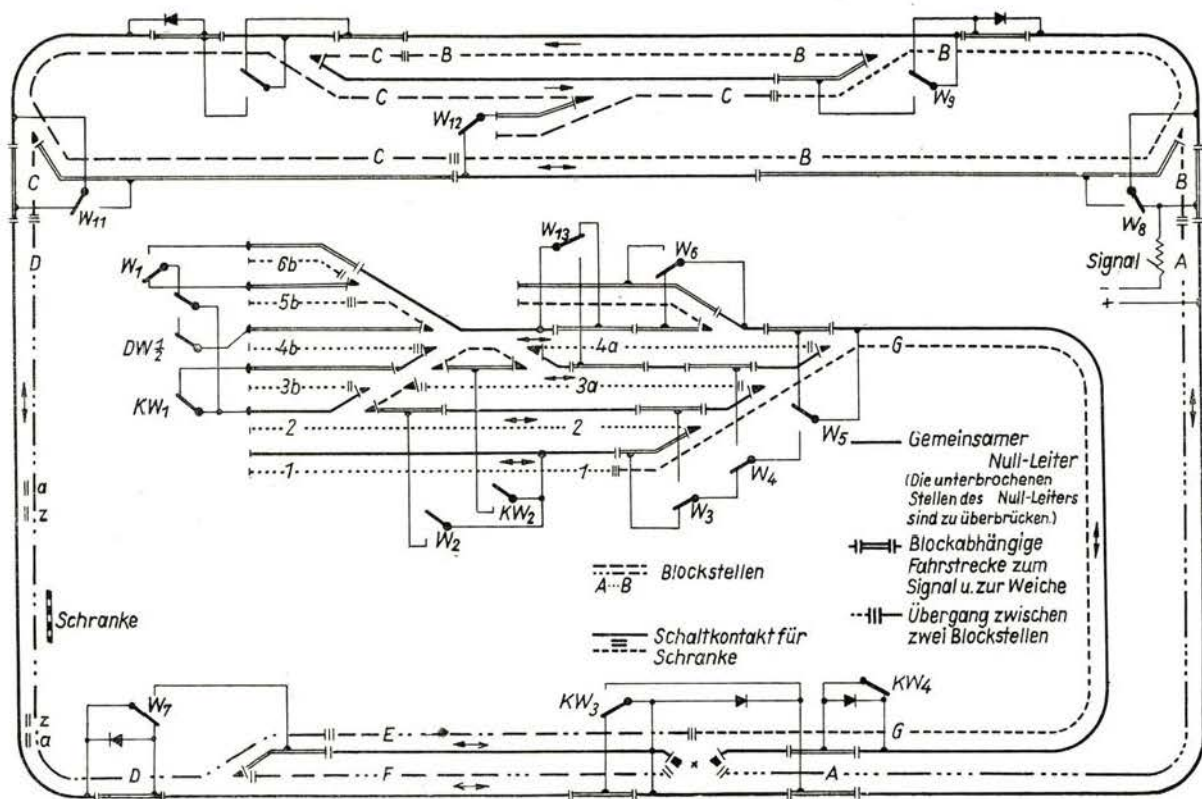
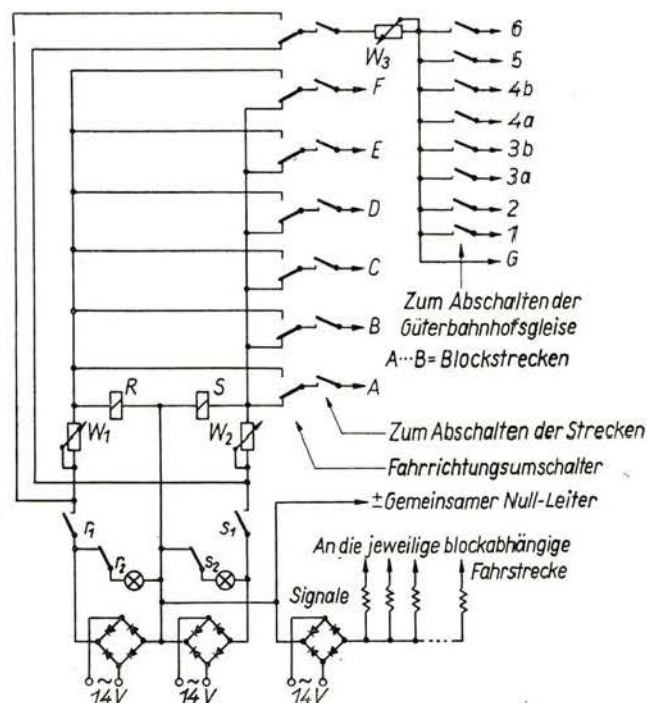

Bild 5 Schaltung der Anlage
Bild 6
Bild 5 Eine ausgezeichnete Leistung zeigte Koll. Vogel aus Zeuthen mit der Nachbildung einer Schnellzuglokomotive der Baureihe 03 in Spur 0 und errang damit den 4. Preis in der Bewertungsgruppe c
Anlage „Schnuckenheim“⁴³⁾. Im Bild 5 sind diese Kontakte entsprechend ihrer Zugehörigkeit mit W (Weiche), DW (symmetrische Doppelweiche), KW (doppelte Kreuzungsweiche und Kreuzungsweiche) bezeichnet. Darüber hinaus hat im Stellwerk außer den weichenabhängigen Stellen jedes Gleis einen Gleisschalter, der das betreffende Gleis zu- oder abschaltet. (Schalter 1...6 im Bild 6.) Ebenso sind die einzelnen Blockstrecken zu- und abschaltbar (Schalter A...G) und mit einem Richtungsschalter versehen. Für jede Fahrtrichtung steht eine Stromquelle mit Fahrregler und Relaisicherung zur Verfügung. Der Bahnhof wird über einen weiteren Fahrregler gesondert versorgt. Dadurch ist es möglich, Rangierfahrten unabhängig vom Verkehr auf der Strecke auszuführen. Die Verwendung von zwei getrennten Stromquellen ermöglicht es auch, daß in einen Bahnhof (A oder B) gleichzeitig zwei Züge ein- oder ausfahren (in jeder Richtung einer).
Die Anlage besitzt, wie aus Bild 5 zu ersehen ist, einen gemeinsamen Null-Leiter (durchgezogene Linie). Auf diesen ist die eine Fahrstromquelle mit — und die andere mit + geschaltet. Außerdem dient er als Rückleitung für die Signale. In Bild 5 ist die Schaltung des Signales zur Weiche W₈ eingezeichnet. Die anderen Signale werden ebenso geschaltet. Ich habe darauf verzichtet, die Schaltung der Weichenmagnete einzeln einzzeichnen, denn es ist jeder Weichenmagnet nur mit dem entsprechenden Schalter oder der entsprechenden Taste im Stellwerk zu verbinden. Auch hier läßt sich der Null-Leiter als Rückleitung verwenden. Dann sind im Bild 5 noch Gleichrichter zu sehen. Durch diese wird es möglich, daß die Züge jederzeit den Bahnhof verlassen können, sowie das Signal auf „Fahrt frei“ steht. Dagegen ist die Einfahrt gesperrt, wenn die Weiche falsch gestellt ist, denn jedem Gleis im Bahn-
Interessant ist noch die Schaltung des bewachten Bahnüberganges (Bild 10). Die Betätigung der Schranken erfolgt vollautomatisch durch die Zugeinheit. Verwendet wird hier ein Kleinrelais mit zwei Arbeitskontakten. Dieses Relais bedient über einen Drahtbügel die Schranke und sichert gleichzeitig die Funktion. Betrachten wir hierzu auch Bild 5. Ein Zug fährt z. B. vom Bahnhof B kommend nach Bahnhof A. Dabei fährt die Lokomotive zuerst über den Kontakt a und verbindet diesen mit dem gemeinsamen Null-Leiter. (Über Schaltkontakte wurde schon früher berichtet⁶⁾.) Hier-
geschlossen. Die Schranke geht zu und hält sich über den Kontakt m₂. Das Überfahren des Kontaktes z nach der Schranke ändert nichts am Zustand, wie sich leicht an Hand des Schaltbildes verfolgen läßt. Dafür wird mittels des Kontaktes a über den geschlossenen Relaiskontakt m₁ das Relais M kurzgeschlossen. Dieses fällt ab und die Schranke öffnet sich. Da der Kontakt m₁ beim Abfallen des Relais sofort unterbricht, ist der Kurzschluß nur momentan und richtet daher keinen Schaden an. Gefährlich ist dagegen ein Kurzschluß im Fahrstromkreis. Dabei wird der Fahrregler überlastet und brennt dann leicht durch. Hiergegen schützt die bereits erwähnte Relaissicherung (Bild 6). Die Relais sind so unter der Frontplatte montiert, daß der Anker durch Drücken einer Taste anlegt (Bild 11). Über den Kontakt r bzw. s hält sich nun das Relais selbst.
Bild 5 a Hakenplatten mit langen Schenkeln der Firma Swart, b im Unterbau montiert, c mit Schienenhohlprofil montiert, d Spurlehre
5. Für Kleinanlagen und höhere Ansprüche sei auf das Schienenprofil der Fa. Swart hingewiesen. Dieses 3 mm hohe, saubere Profil aus Weißblech läßt sich trotz seiner Länge von nur 18 cm sehr gut verarbeiten. Dazu werden sehr gute Hakenplatten mit langen Schenkeln zum Durchstecken durch den Unterbau geliefert (Bild 5). Die Herstellung der Gleise geht auch wie bereits oben beschrieben vor sich. Zweckmäßig ist es, jede
Zum besseren Aussehen des Gleises trägt bei, wenn man das Schienenprofil galvanisch rostbraun färben läßt (Schienenprofil in Bild 5 und 8).
Durch die bereits vorgelochten Schwellen ist eine Spurnauigkeit von vornherein fast gegeben. Wichtig ist es, daß die Spurweite von 16,5 mm bei der Nenngröße H0 genau eingehalten wird. Zu diesem Zweck fertigt man sich eine Spurlehre gemäß Bild 5 und 7 an.